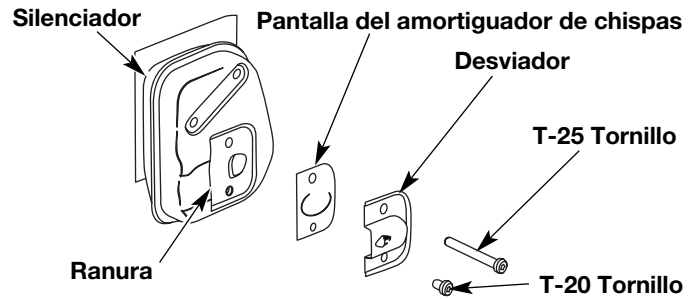

Fig. 32
- Con un destornillador de vástago plano o broca Torx T20 o Torx T25, saque el tornillo que conecta la cubierta del amortiguador de chispas al silenciador (Fig. 32).